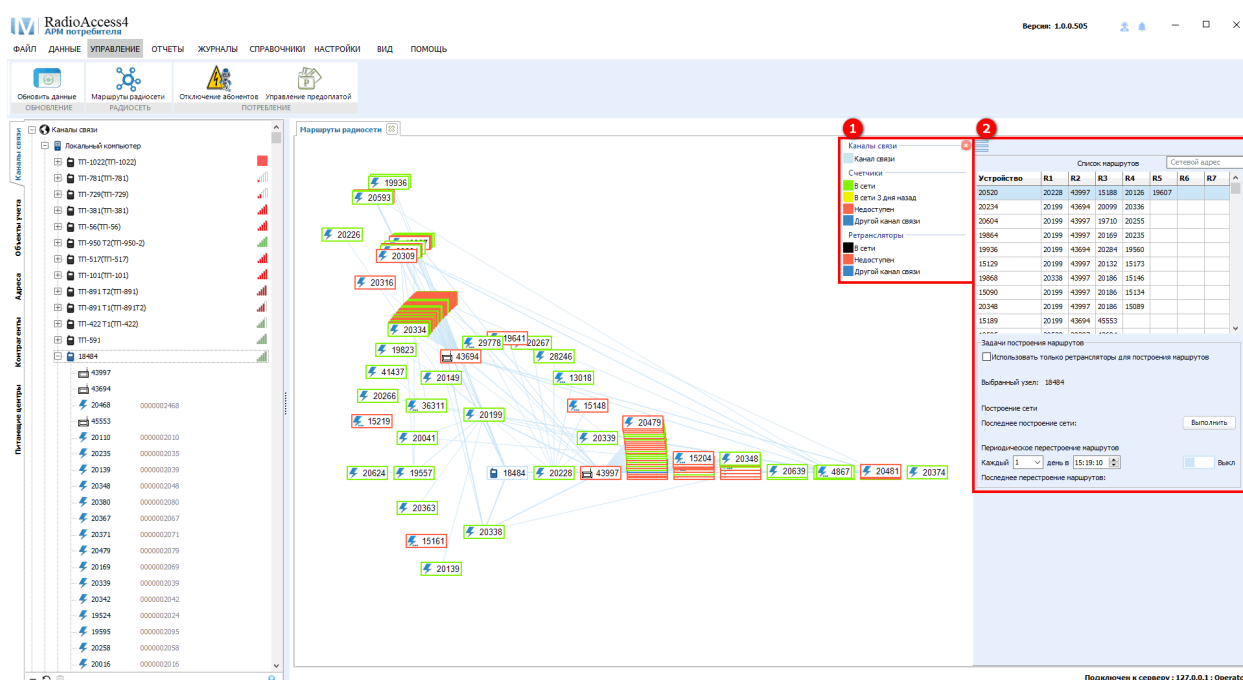

Рисунок 137 – Список маршрутов
В правом верхнем углу окна (2) можно развернуть условные обозначения (1) (см. рисунок 137) – значки, которые используются при отображении схемы маршрутов и таблицу списка маршрутов устройств на выбранном канале связи, с указанием ретрансляторов (2).